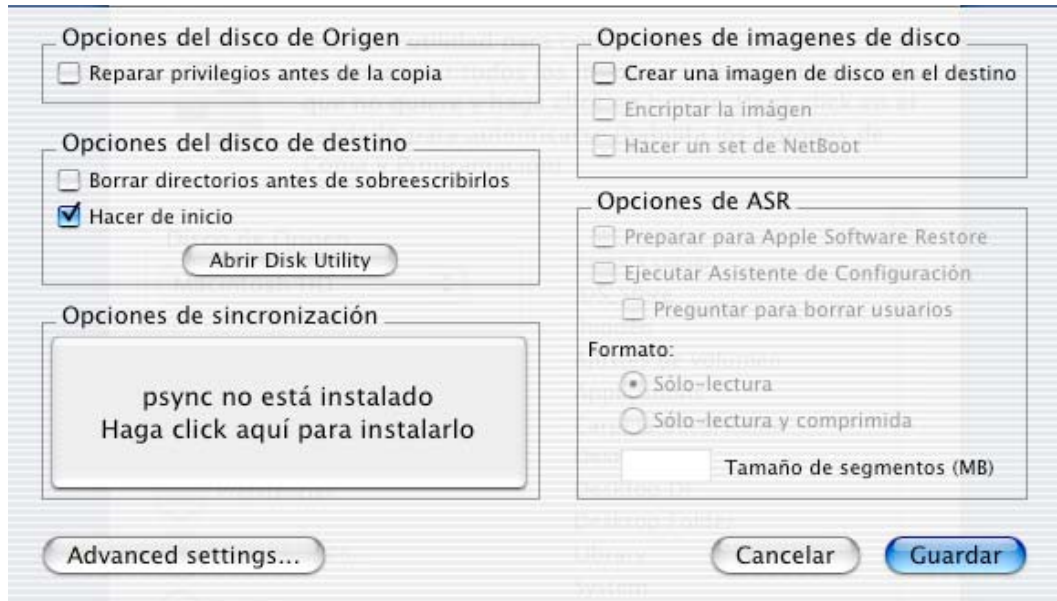

Imagen 24. Preferencias del Carbon Copy Cloner
19. hacer clic en el botón “Preferencias...” (Imagen 24), se debe desplegar un cuadro de opciones, en el cual SOLAMENTE debe estar activado “Hacer de inicio”. Si no está así corrija haga clic en el botón “Guardar”.